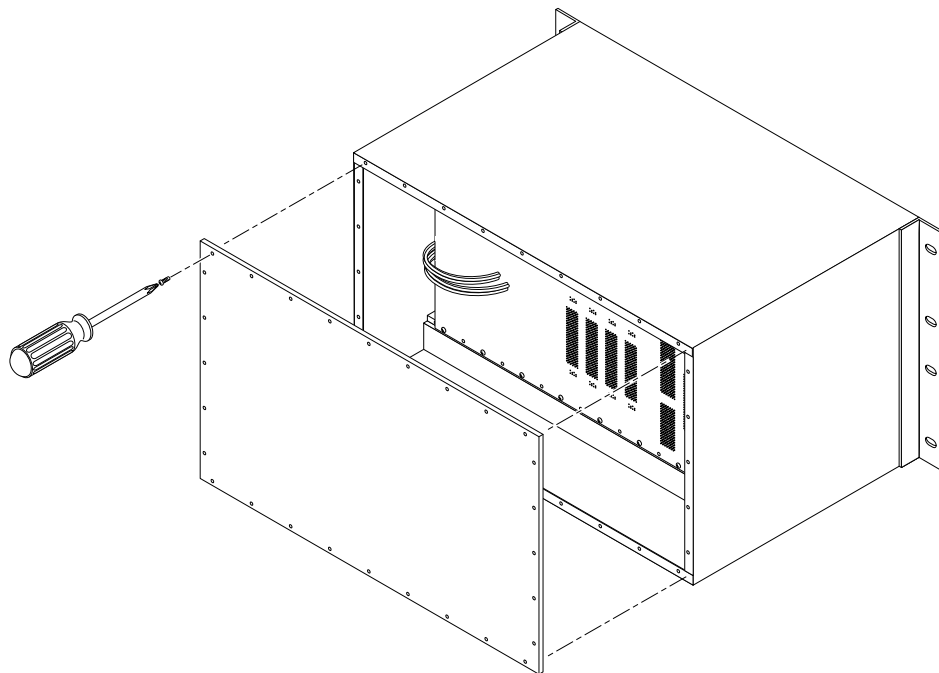

图 4-6 替换背板
6. 拧松并卸下将背板固定到机箱上的所有螺钉 (12), 然后卸下背板 (图 4-6)。